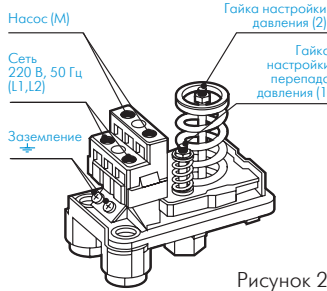

Рисунок 2
Электромонтажные работы, установку розетки, предохранителей, их подключение к питающей электросети и заземление должен выполнять электрик в строгом соответствии с «Правилами технической эксплуатации электроустановок потребителей» и «Правилами техники безопасности при эксплуатации электроустановок потребителей». Электрическое подключение осуществляется следующим образом (см. рисунок 2):
- Регулировка давления РДМ-5 осуществляется гайкой (2), фиксирующей положение пружины (см. рис. 2).